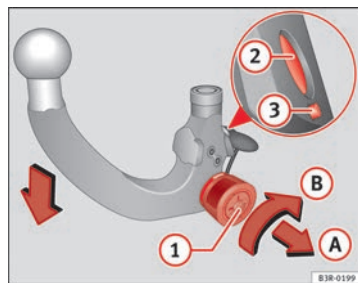

Fig. 169 Dispositivo desmontable para remolque: Pretensar la rótula
- Introduzca la llave (1) ⇒ fig. 169 en la cerradura de la rueda moleteada y gírela en dirección a la marca roja.
- Tire de la rueda moleteada en la dirección que indica la flecha (A) y gírela a continuación sin dejar de tirar de ella en la dirección de la flecha (B) hasta que el perno de bloqueo (2) encastre y pueda verse que la palanca de desenclavamiento (3) sale ⇒ Δ.